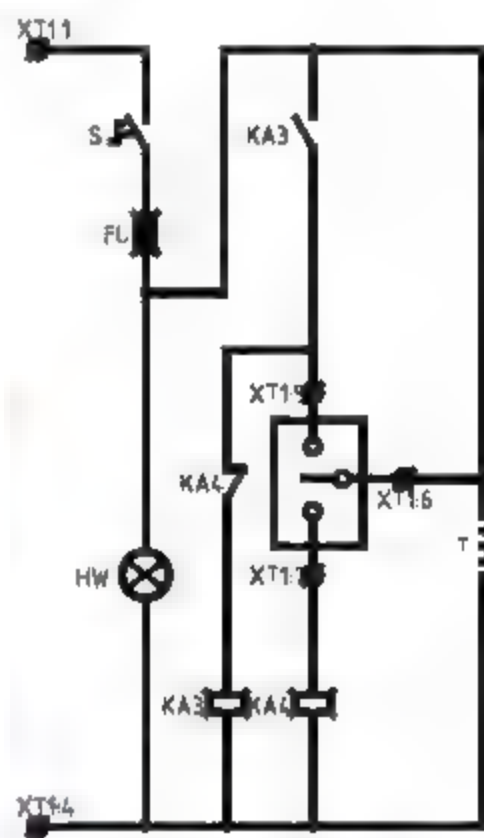

图7-16 插入块
- 03 单击【确定】按钮，返回到绘图区域，插入文字，最终结果如图7-16所示。